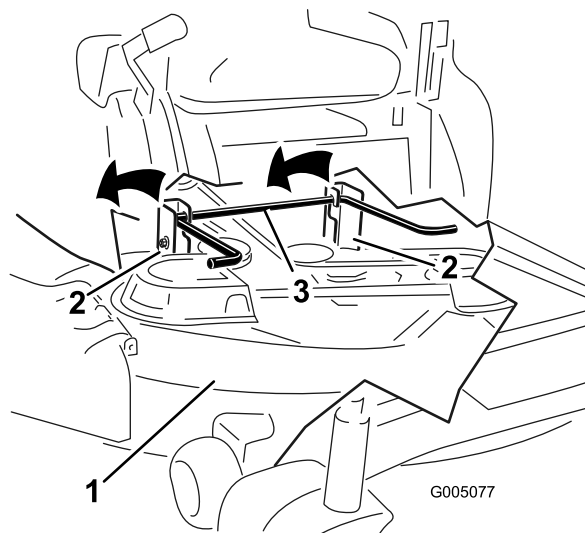

Figure 57
5. Soulevez et enlevez le plateau de coupe et les supports de la tige de levage arrière et abaissez la tondeuse au sol avec précaution (Figure 57).
5. Soulevez l'arrière du plateau de coupe et guidez les supports sur la tige de levage arrière (Figure 57).